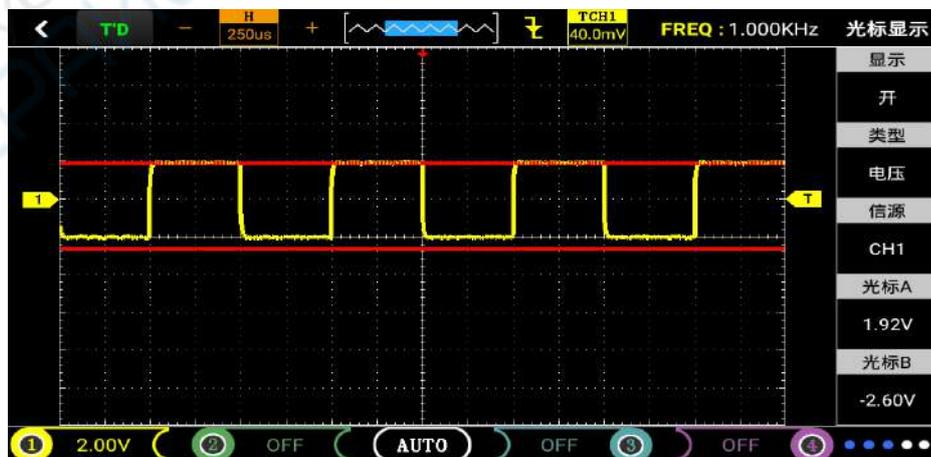

图4-2
- 4, 通过拖动上下红线使其对准所测波形最高端最低端,通过A电压值-B电压值即可得到峰峰值电压。如图4-2,4-3所示。